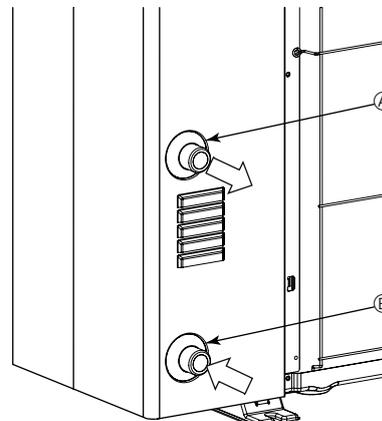

Fig. 5-1
5.1. Ligação da tubagem de água (Fig. 5-1)
- A posição dos tubos de entrada e de saída é apresentada na Fig. 5-1.
[Fig. 5-1]